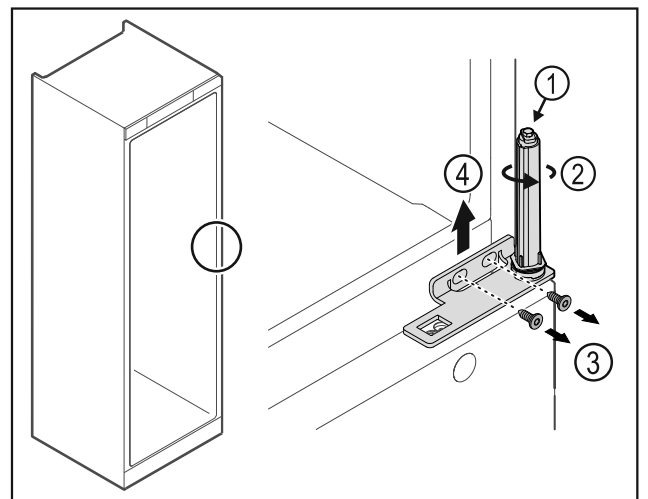

Fig. 32
- Ne pas désassembler le système de fermeture de la porte Fig. 32 (1).
- Tourner le système de fermeture Fig. 32 (2) jusqu'à entendre un clic.
► Desserrer les vis Fig. 32 (3) et retirer l'équerre de charnière par le haut Fig. 32 (4).